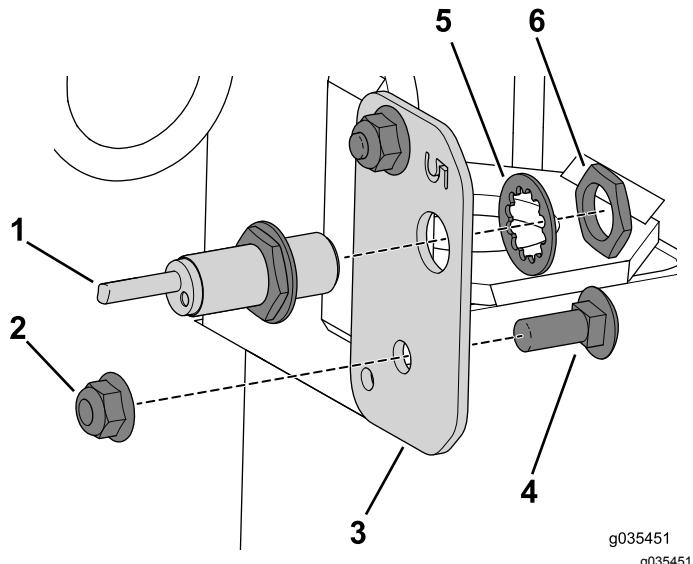

図 18
- 左側センサーパートを機体に固定するキャリッジボルト3/8 x 1 インチとフランジナットを使う図 18。
- キットに入っている近接センサーを、左側センサーパートに固定するリテナナットとワッシャを使う図 18。